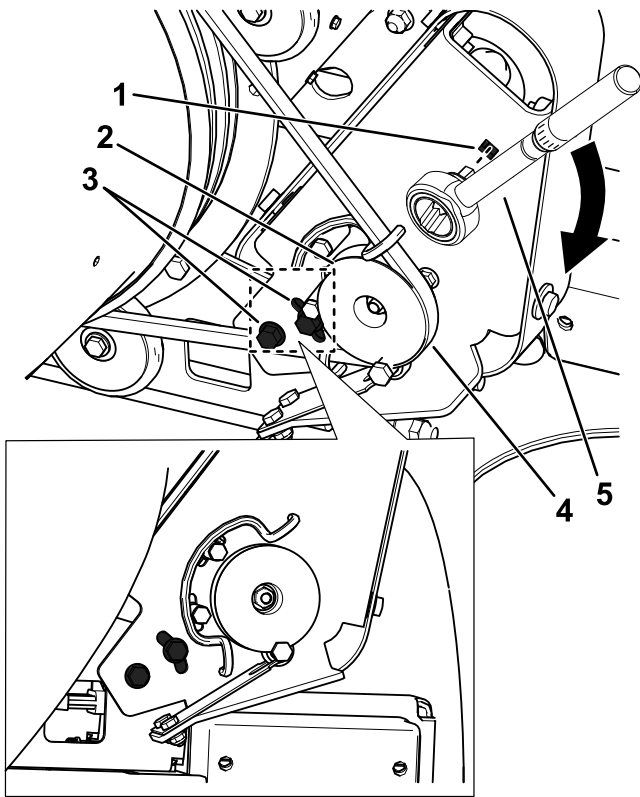

Figura 28
1. Afloje los pernos que sujetan el soporte de montaje de la polea al bastidor del soplador (Figura 28).
2. Inserte el cuadrado de una llave dinamométrica en el soporte de montaje de la polea, como se muestra en la Figura 28.